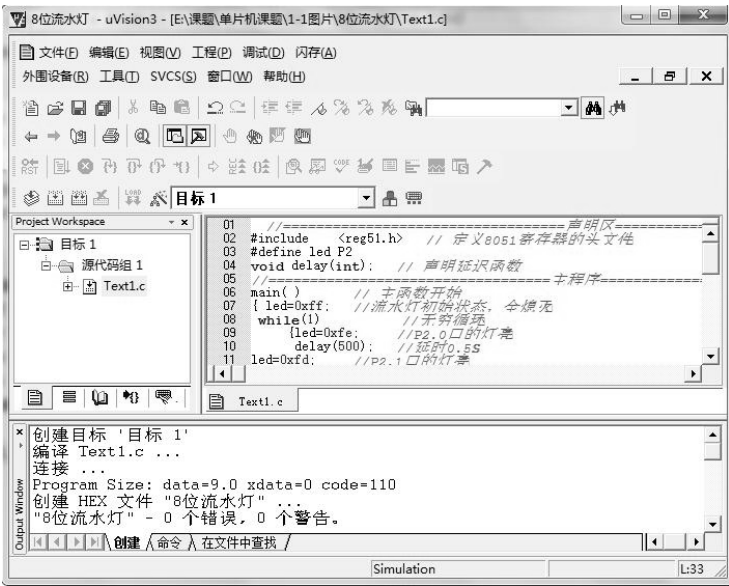

图 1-1-20 编译与连接
(12) 在编辑窗口输入源代码，接着单击菜单“工程”→“创建目标”，即可进行编译与连接，并将过程记录在下方的输出窗口，如图 1-1-20 所示。“0 个错误，0 个警告”表示没有错误。